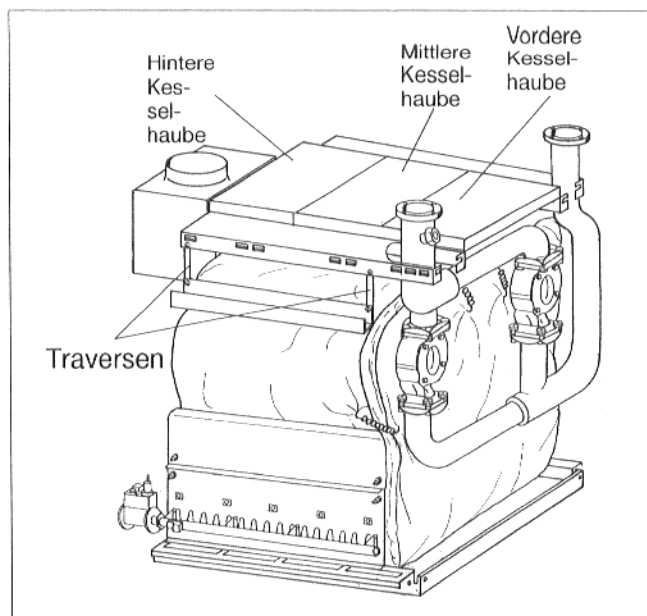

Abb.32
- Vordere Kesselhaube auflegen und mit zwei Blechschrauben an der vorderen Traverse hinten befestigen (Abb. 32).
Traverse anschrauben (Abb. 32). Ab Größe 2 × 12
muß (Abb. 32).